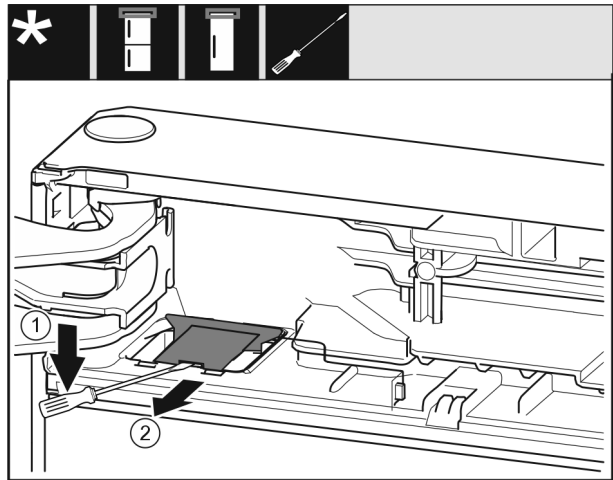

Fig. 10
- Nxirrni nga foleja kapakun mbulues Fig. 10 (1) me një kaçavidë me kokë petë dhe ngrijeni lart.
- Nxirrni jashtë kapakun mbulues Fig. 10 (2).